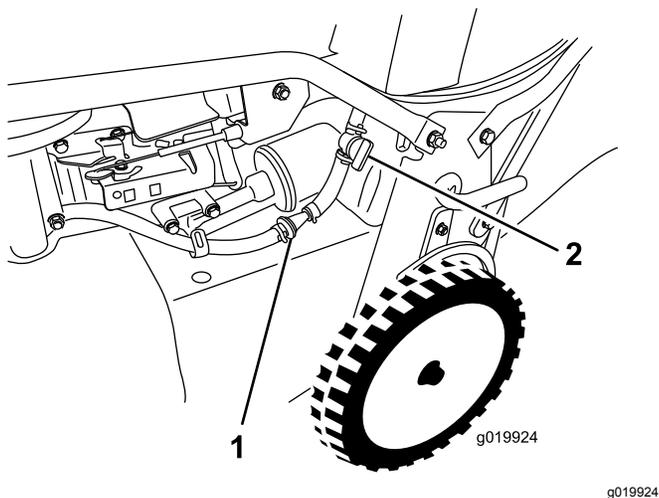

Figura 33
3. Feche a válvula de corte do combustível (Figura 33).
4. Retire o filtro de combustível (Figura 33) do tubo de combustível desapertando as braçadeiras de tubos que rodeiam o filtro.